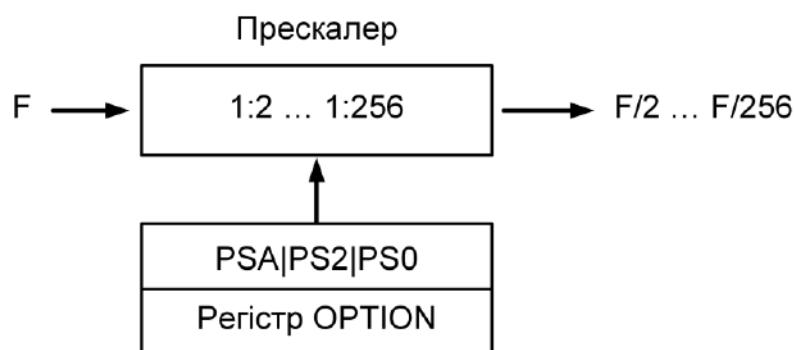

Рисунок 1.12 - Робота прескалера
**Прескалер** - попередній дільник тактової частоти, яка надходить на вхід таймера (рис. 1.12). Він виконаний на основі двійкового лічильника і застосовується спільно з таймерами.